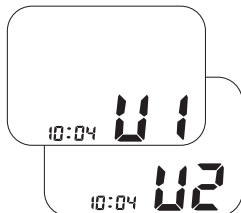
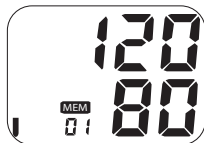

Fig. 1
Fig. 2
4. Cuando la primera medición aparece en la pantalla (indicada por el 01 en la parte inferior izquierda de la pantalla), Fig. 1, presione y mantenga presionado el botón **MEM** hasta que dos líneas horizontales parpadeen, Fig. 2. Esto indica que se han borrado todas las mediciones.